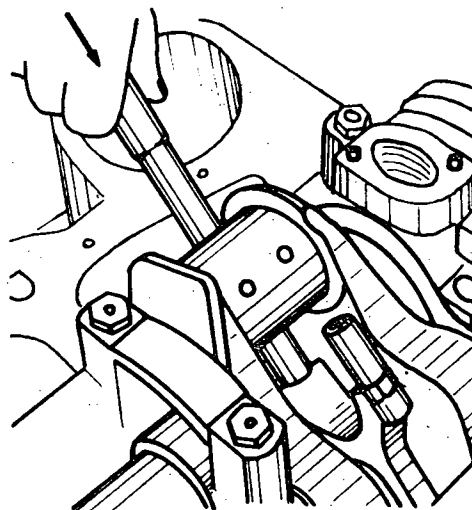

Fig. 4
- c Empurre o conjunto biela e êmbolo (fig. 4), até retirá-lo do motor.